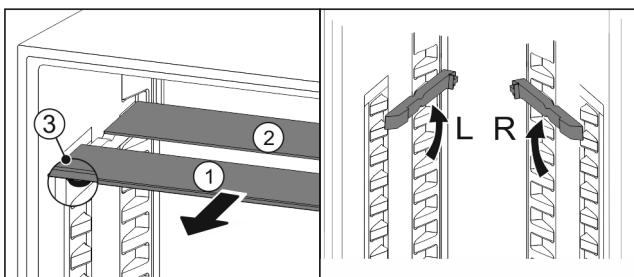

Fig. 97
- ▶ Издърпайте Fig. 97 (1) поотделно стъклените площи напред.
- ▶ Стъклената плоча Fig. 97 (1) с декоративната лайстна е отпред.
- ▶ Ограничителите Fig. 97 (3) сочат надолу.